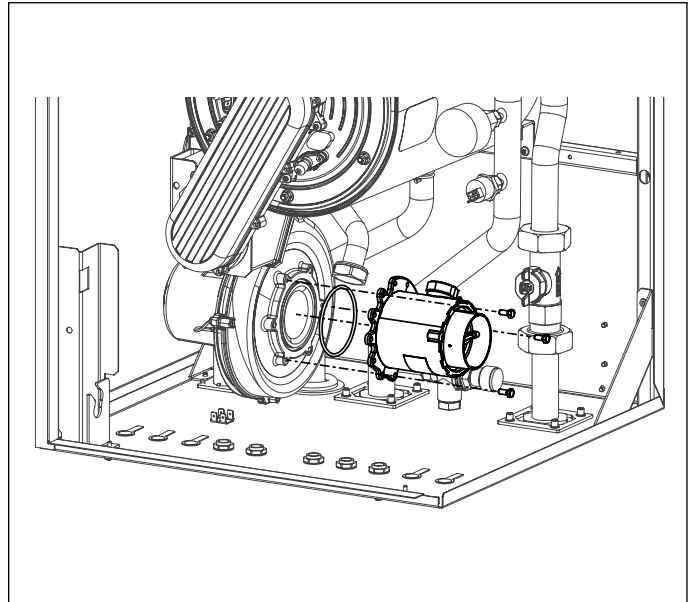

Fig. 39 Miscelatore
- Rimuovere il miscelatore svitando le tre viti a brugola (vedi Fig. 39 Miscelatore).
- Montare il miscelatore riassembleto al ventilatore con le viti a brugola, avendo cura di riposizionare, fra miscelatore e ventilatore, l'o-ring di tenuta (vedi Fig. 39 Miscelatore).